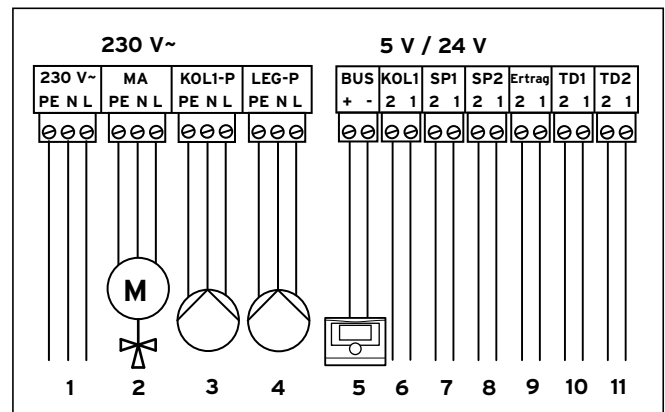

Bild 6.2 Klämmornas position på solarmodul VR 68/2
- Dra kablar till solarmodul VR 68/2 enligt (→ **Bild 6.2**).